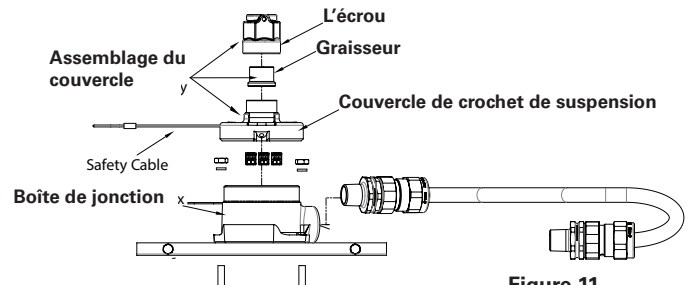

Figure 11
- Retirer le couvercle de la boîte de jonction (voir la figure 11).
- En serrant bien l'écrou, visser l'ensemble capot sur le support du conduit jusqu'à ce que le conduit et le mamelon soient complètement engagés (voir figure 11).